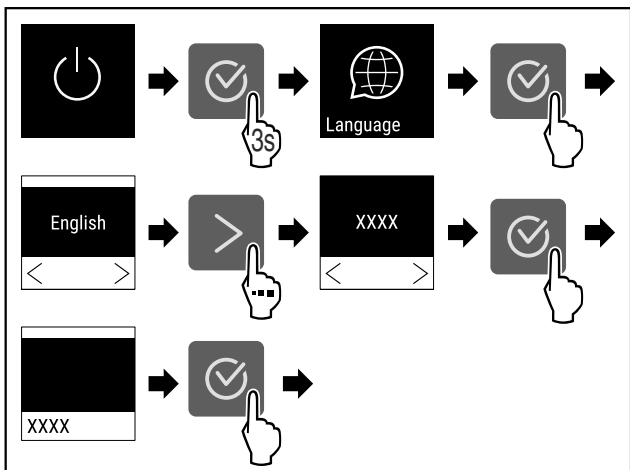

Fig. 54
- ▶ Izvedite zahtevane korake (glejte Fig. 54).